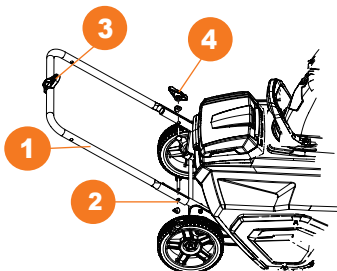

Рис. 2
- Установите среднюю рукоятку ❶ (Рис. 2). Совместите отверстия ❷ нижней и средней рукоятки, убедитесь, что фиксатор рукоятки ❸ направления выброса расположен сверху. Установите в отверстия винты с шайбами и закрепите рукоятки барашковыми гайками ❹.